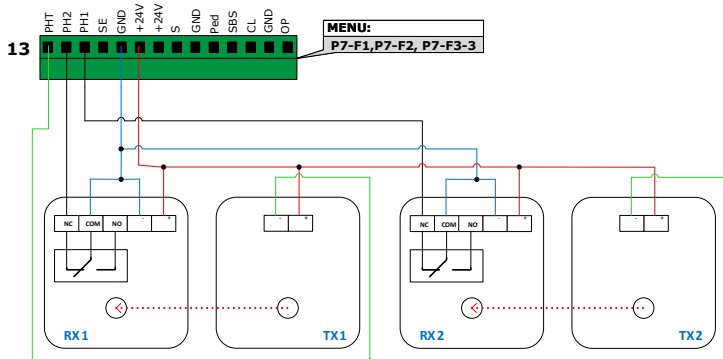
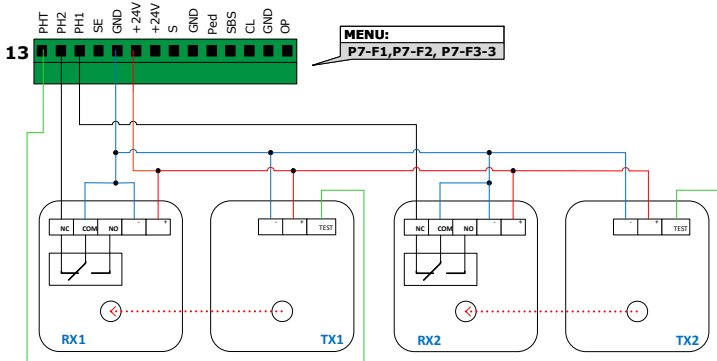
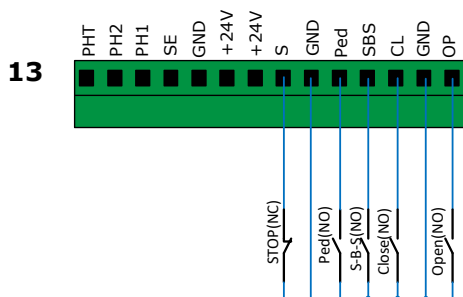

Рисунок 8. Подключение типовых фотоэлементов для реализации фототест
Рисунок 9. Подключение фотоэлементов со специальным выходом «TEST» передатчика
Рисунок 11. Подключение внешних устройств управления
| 13     | PHT     | Выход для автоматической проверки работы (Фототест) устройств, подключенных ко входам «PH1» и «PH2» — до начала движения кратковременным отключением, затем включением питания передатчика выполняется автоматическая проверка работы фотоэлементов. Включение работы выхода описано в разделе 6.1 «Описание настроек»: P7-F3 .Рисунок 8 – подключение типовых фотоэлементов для реализации фототест.Рисунок 9 – подключение фотоэлементов со специальным выходом «TEST» передатчика |                                                                                                                                                                                           |
|        | S       | Вход безопасности для остановки движения или запрета движения устройством с нормально-закрытым контактом (NC).В случае, если устройства безопасности не подключаются — необходимо установить перемычку на GND. Пример подключения Рисунок 11                                                                                                                                                                                                                                                           |                                                                                                                                                                                           |
|        | 13      | PED                                                                                                                                                                                                                                                                                                                                                                                                                                                                                                               | Вход управления пешеходным режимом с нормально-открытым контактом (NO).Пример подключения Рисунок 11 .(раздел 6.1 «Описание настроек» P3-F8, P4-F3, P4-F4, P6-F9 )  |
| SBS    |         | Вход управления пошаговый. Пример подключения Рисунок 11.Команды: «Открыть» – «Стоп» – «Закрыть»                                                                                                                                                                                                                                                                                                                                                                                                              |                                                                                                                                                                                           |
| CL     |         | Вход управления закрытием устройством с нормально-открытым контактом (NO).Пример подключения Рисунок 11.Команда: «Закрыть» – «Стоп» – «Закрыть»                                                                                                                                                                                                                                                                                                                                                           |                                                                                                                                                                                           |
| OP     |         | Вход управления закрытием устройством с нормально-открытым контактом (NO).Пример подключения Рисунок 11.Команда: «Открыть» – «Стоп» – «Открыть»                                                                                                                                                                                                                                                                                                                                                           |                                                                                                                                                                                           |
|      | F8        | Режим работы входа PED (Рисунок 11)Помимо функции пешеходного режима створки, можно изменить логику работы входа.Значения:01 — пешеходный режим, осуществляющий управление створкой ворот согласно установке P6-F902 — внешняя кнопка PED управляет реле электрозамка Lock №2 (дверь калитки) . Время работы данного реле определяется в меню P6-F00P — по активации входа выполняется команда «Открыть». Данная команда имеет высокий приоритет, и может быть остановлена только устройствами безопасности (кнопка Stop, кромка безопасности, фотодатчики подключение Рисунок 8–11 ). В случае остановки и восстановления работы устройства безопасности, движение возобновляется через 5 секунд.CL — по активации входа выполняется команда «Закрыть». Данная команда имеет высокий приоритет, и может быть остановлена только устройствами безопасности (кнопка Stop, кромка безопасности, фотодатчики подключение Рисунок 8–11 ). В случае остановки и восстановления работы устройства безопасности, движение возобновляется через 5 секунд |                                                                                                    | 01.         |
| P4   |  | Для работы функции требуется наличие двух фотодатчиков подключенных к выходам PH1 , PH2 разъем 13 Рисунок 8–9 .Отсчет времени начинается после выполнения следующих условий: ворота остановлены; после остановки ворот лучи фотодатчиков были прерваны и восстановлены                           |                                                                                                                                                 |                    |
| P7   | F1        | Фотоэлемент PH1Определяет направление срабатывания фотоэлемента, подключаемого к контакту PH1 разъема 13 Рисунок 8–9                                                                                                                                              | no — фотоэлемент не активенCL — срабатывание в направлении ЗакрытьOP — срабатывание в направлении ОткрытьCL и OP — срабатывание в направлении Закрыть и Открыть | CL.         |
|      | F2        | Фотоэлемент PH2Определяет направление срабатывания фотоэлемента, подключаемого к контакту PH2 разъема 13 Рисунок 8–9                                                                                                                                              | no — фотоэлемент не активенCL — срабатывание в направлении ЗакрытьOP — срабатывание в направлении ОткрытьCL и OP — срабатывание в направлении Закрыть и Открыть | OP.         |